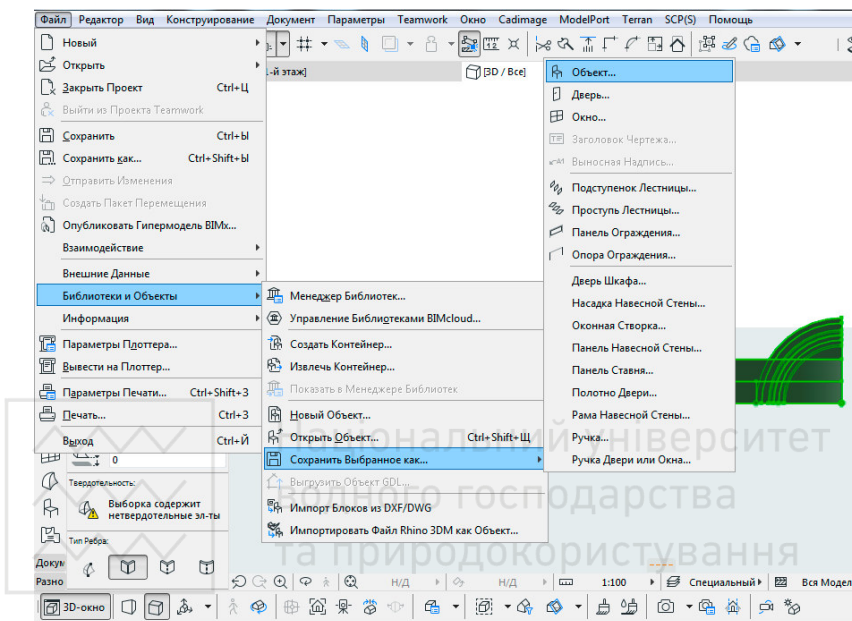

Рис. 13
6. Групуємо і зберігаємо даний об'єкт, як GDL -об'єкт (у вікні "Общая аксонометрия" – "Параметры" повертаємо об'єкт на 90° і зберігаємо (рис. 13).